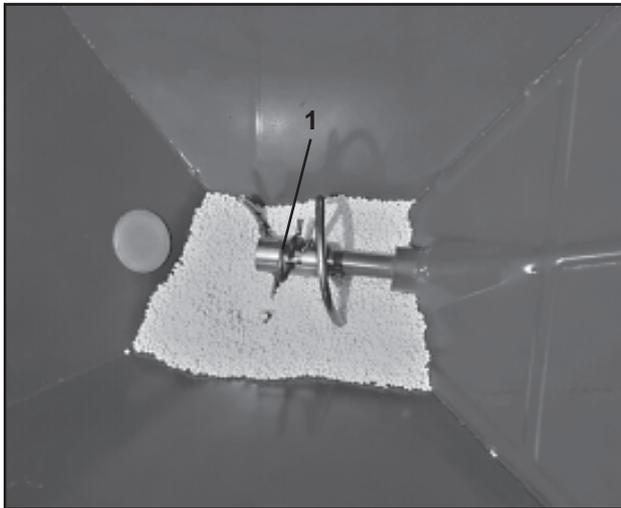

Fig. 9.2
2. La sécurité à cisaillement protégeant l'arbre d'agitateur est assurée par la goupille Beta de l'agitateur spirale (fig. 9.2/1).